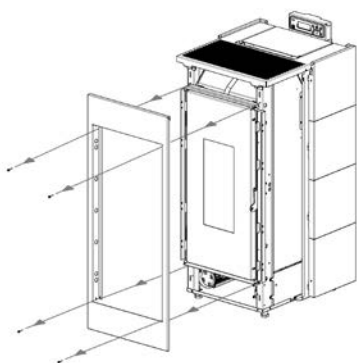

Fig. 43 - Retrait du panneau avant
- Retirer le panneau avant: dévisser les 4 vis (voir **Fig. 43**).